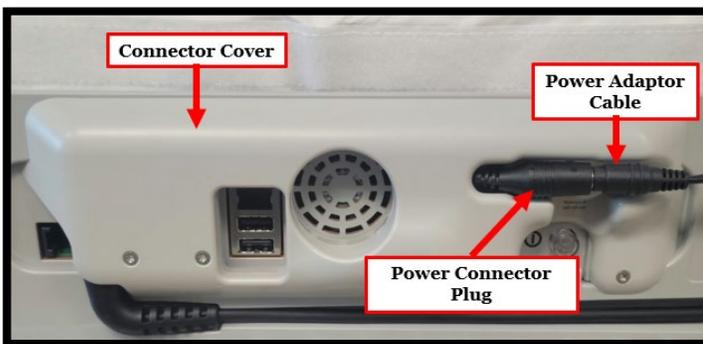
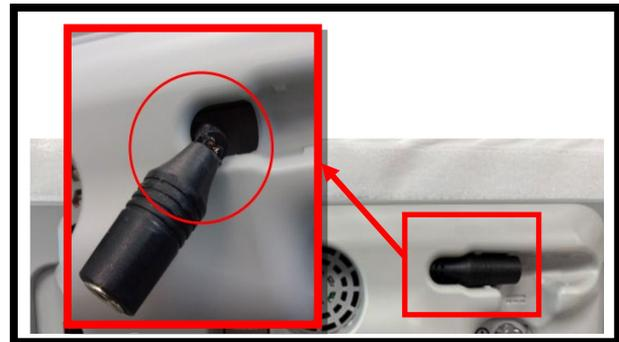

Figure 1. Face arrière du système électronique du patient
Figure 2. Comparaison entre un connecteur endommagé et un connecteur acceptable
Abbott a découvert que le connecteur d'alimentation pouvait subir des dommages s'il était plié à plus de 90 degrés. Le connecteur d'alimentation est fixé à l'arrière du système électronique du patient, sous le couvercle du connecteur. De tels dommages peuvent empêcher la mise en marche du système électronique du patient ou entraîner l'exposition des fils, ce qui peut causer une légère décharge électrique ou, dans de rares cas, des étincelles qui à leur tour peuvent provoquer l'inflammation des matières avoisinantes et des risques de brûlures. Veuillez jeter un coup d'œil à la **Figure 1** ci-dessous pour un aperçu de la face arrière du système électronique du patient et à la **Figure 2** pour un exemple de connecteur d'alimentation endommagé.
- c. Après avoir inspecté le connecteur d'alimentation ou lors du raccordement du connecteur au bloc d'alimentation externe, assurez-vous que les câbles sont fixés de façon sécuritaire dans la rainure moulée à cet effet dans le couvercle du connecteur, comme illustré à la Figure 1. Une fois les câbles raccordés et fixés de manière sécuritaire dans la rainure moulée à cet effet, évitez de les déplacer pendant que vous utilisez le système.